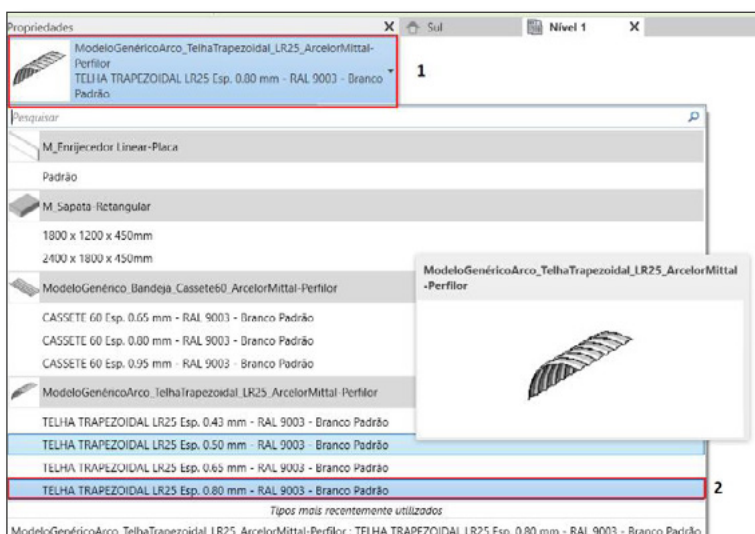

Figura 31 – Seleção do tipo de família que será inserida no projeto.
- No painel “Propriedades”, selecione o tipo da família carregada que deseja inserir no projeto (Figura 31);